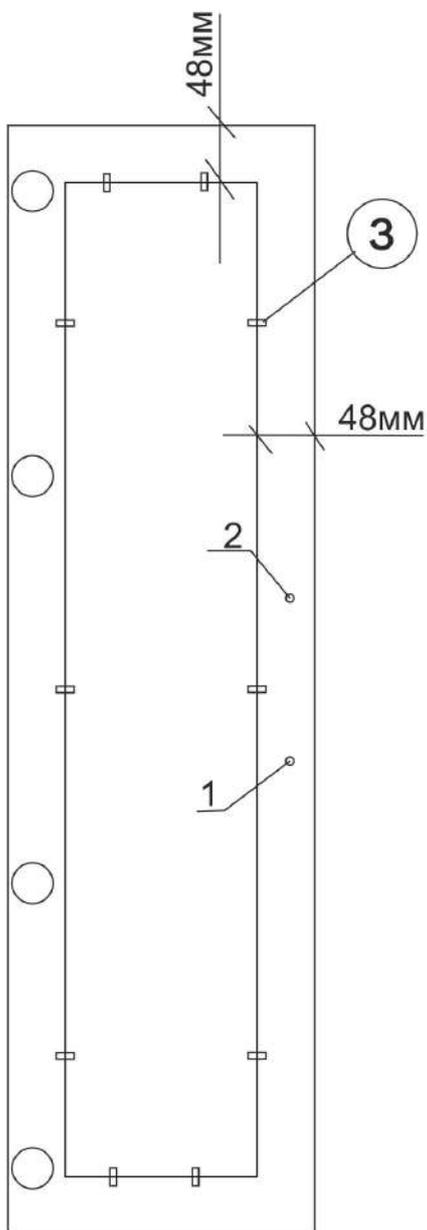

Рис.6
- 13) К фасаду (9) крепим стекло (13) с помощью стеклодержателей (з) и саморезов (д). (рис. 6)
- 15) К изделию двусторонним скотчем крепим цоколь декоративный (11).
Смотри рис. 6.